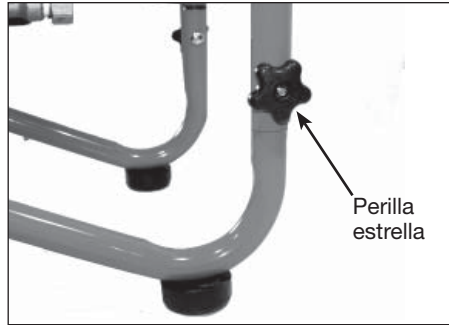

Figura 4 - Ensamblaje del mango
1. Deslice el ensamblaje del mango sobre las patas inferiores de la base del carro. Use la perilla estrella (que se proporciona) y los pernos para asegurar el mango a las patas (Ver Figura 4).